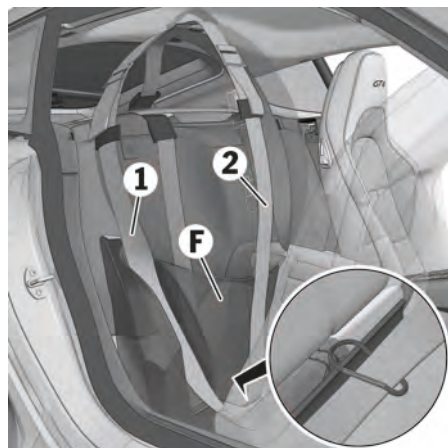

図 151 : 718 Cayman GT4 の例 : スプリング フック、ベルト ストラップ、フォーム パーツの取り付け
4. ベルトストラップ **2** をシートに対して中央に配置し (図 151)、ファスナーをラゲッジホルダー下部 (718 Cayman GT4) またはロールオーバーバー (718 Spyder) に通し入れます。